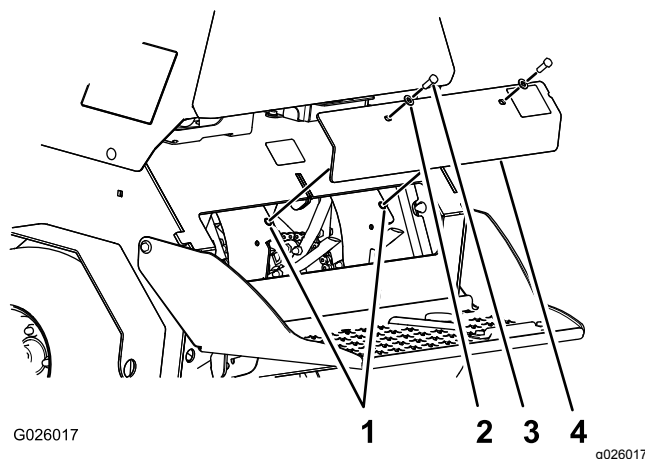

Figure 74
3. Retirez les 2 boulons ($\frac{3}{8}$ x 1 po) et les 2 rondelles ($\frac{3}{8}$ po) qui fixent le panneau arrière au châssis, et déposez le panneau (Figure 74).
6. Alignez les trous du panneau arrière et les trous du châssis (Figure 74).
7. Fixez le panneau au châssis au moyen des 2 boulons et des 2 rondelles (Figure 74) que vous avez retirés à l'opération 3; serrez les boulons à un couple de 37 à 45 N·m (27 à 33 po-lb)